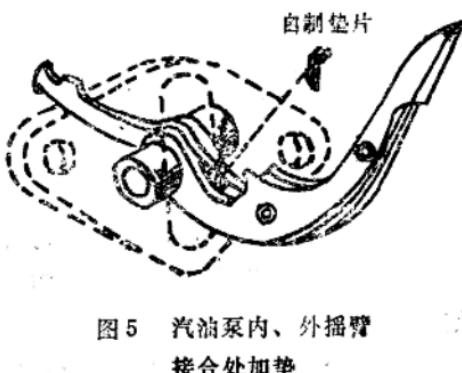

图5 汽油泵内、外摇臂接合处加垫
(1) 在汽车熄火前感到发动机无力，适当关闭阻风门有所好转，继而逐渐熄火，或发动机能空转，但行驶时发生化油器回火后熄火，多表明供油系不来油或来油不畅，应采取如下措施：
①用手油泵泵油，如来油畅通，但发动机着火后不能持续运转。这时应拧松化油器进油管接头，用起动机带动曲轴旋转，如油管中无油喷出或油量少且压力低，表明主要是汽油泵内、外摇臂磨损严重，可从发动机上卸下汽油泵检查。如外摇臂与偏心轴接触处磨损过大，应予补焊后修磨成形。必要时也可适当减少汽油泵与机体之间的垫片厚度，把汽油泵装回机体上，即可应急使用。若内外摇臂接合处磨损过大（外摇臂自由行程过大），应急时，可用铁皮、铁丝等制成“7”形垫片，填塞于内外摇臂接合处暂时代用（如图5所示）。